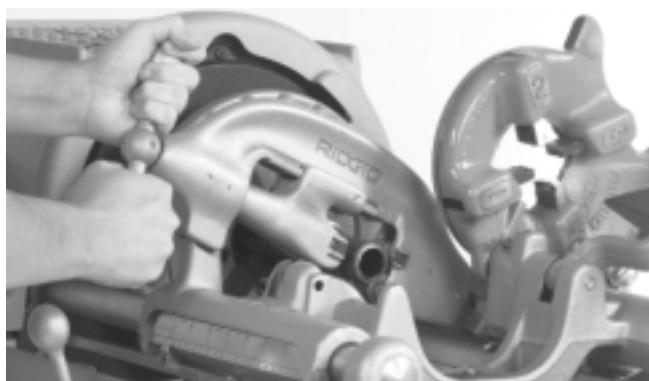

Figura 6 – Corte de un tubo con el cortatubos No. 820
3. Apriete la manivela del tornillo de alimentación del cortatubos sobre el tubo manteniendo la rueda alineada con el tubo. (*Figura 6*)